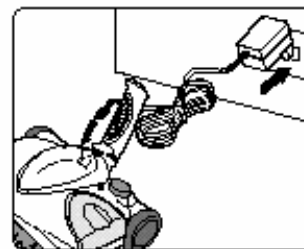

Fig. 9
1. Insertar el conector del cargador en el enchufe de carga del barredor que está en la parte posterior de la base. Luego enchufar el cargador al tomacorriente (120V, CA, 60Hz.) de la pared. Utilizar sólo el cargador/transformador TechWorld AD-0920-UL de CD 9V, 200mA. (Fig. 9)